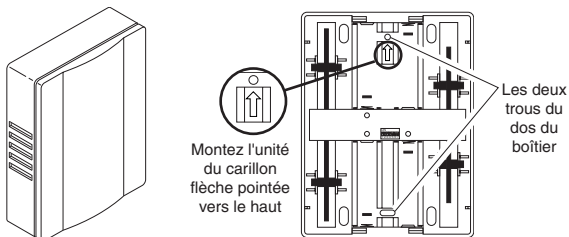

Figure 5
3. Servez-vous des trous du boîtier comme modèle (voir Figure 5). Percez deux trous d'un diamètre de 5,5 mm (7/32 po) pour les ancrages muraux (fournis), puis insérez-y ces ancrages.
5. En utilisant comme guide la flèche de l'intérieur de l'unité du carillon, montez celui-ci flèche pointant vers le haut (voir Figure 5). **Ne serrez pas complètement** les vis.